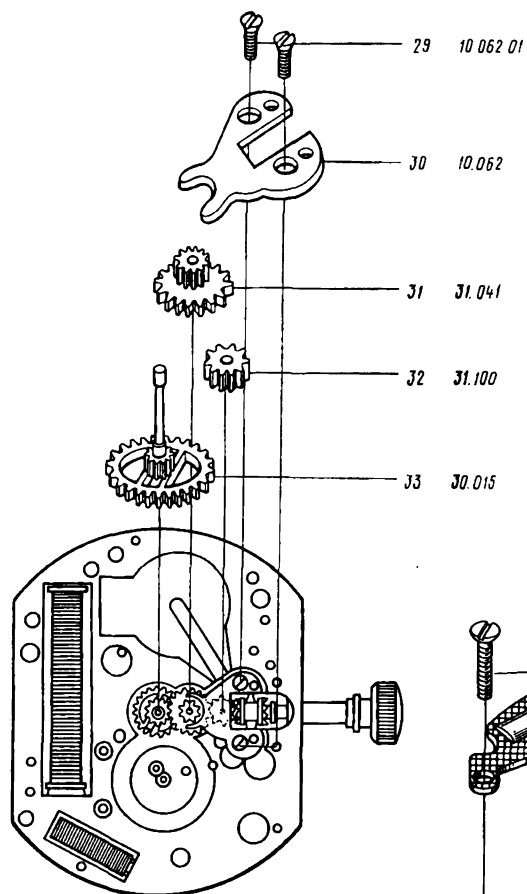

Рис. 123
33. Отвернуть и снять винты 29 моста колеса минутного (рис. 123)